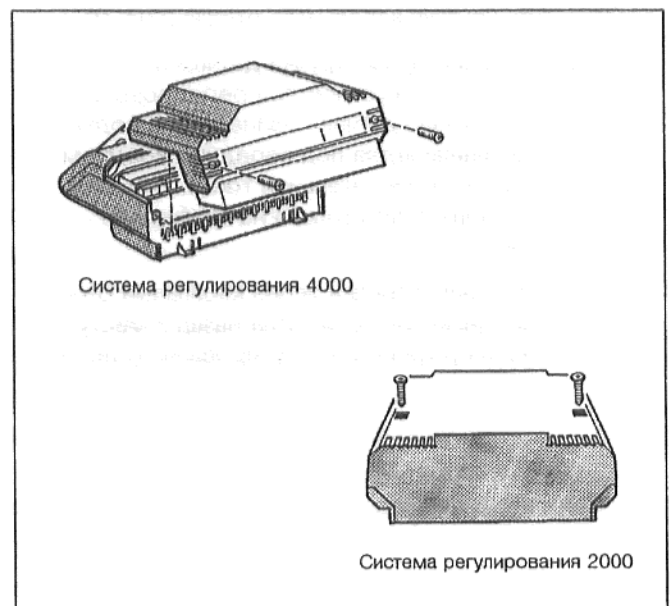

Рис. 6: Открывание устройства регулирования
- Вывинтить оба винта закрывающего кожуха клемм устройства регулирования. Снять закрывающий кожух клемм (Рис. 6).